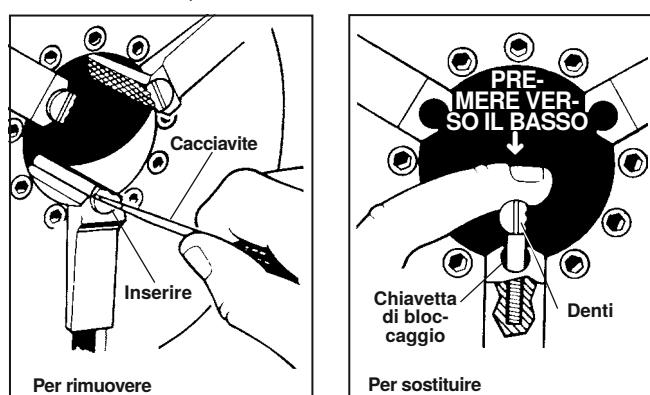

Figura 31 – Sostituzione degli inserti delle ganasce
1. Collocare il cacciavite nella fessura dell'inserto e girarlo di 90 gradi in una qualsiasi direzione. Rimuovere l'inserto (*Figura 31*).
2. Collocare l'inserto lateralmente sul perno di blocco e premerlo il più possibile (*Figura 31*).